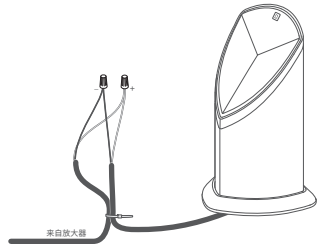

图 7
2. 从离放大器最近的扬声器开始, 根据下表剥去相应放大器通道的埋地线切割端 3/4 英寸的绝缘层, 然后剥去相应扬声器尾纤末端的绝缘层 (见图 7)。
3. 用扎带将直埋电缆连接到扬声器尾纤 (见图 7)。